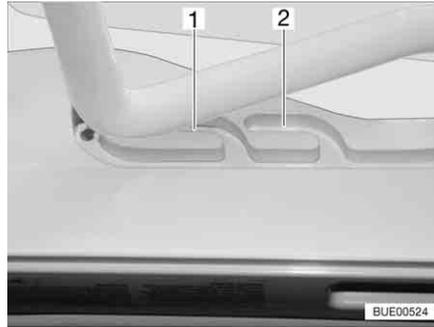
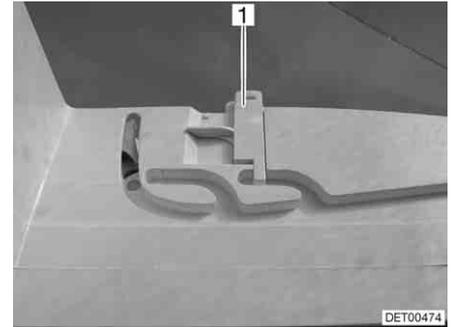

Fig. 60 Claraboya Heki en posición de ventilación
Fig. 61 Bloqueo de la posición de ventilación
La claraboya Heki se puede colocar en dos posiciones de ventilación: Posición de mal tiempo (Fig. 60,1) y posición mediana (Fig. 60,2). Según el modelo, la claraboya podrá ser bloqueada en la posición mediana con el pestillo (Fig. 61,1).
- Presionar el estribo ligeramente hacia arriba y empujarlo en la guía seleccionada (Fig. 60,1 ó 2) y, si fuera necesario, bloquearlo.